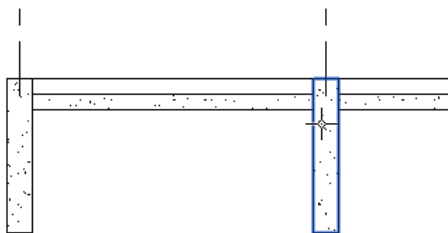

图 13-50 选择主体
- (1) 打开 11.1.1 节绘制的文件，将视图切换至东立面视图。
- (2) 单击“结构”选项卡“钢筋”面板中的“单钢筋网片放置”按钮, 打开“修改|放置钢筋网片”选项卡。
- (3) 单击“弯曲草图”按钮, 选择结构柱作为放置弯曲钢筋网片的主体，如图 13-50 所示。